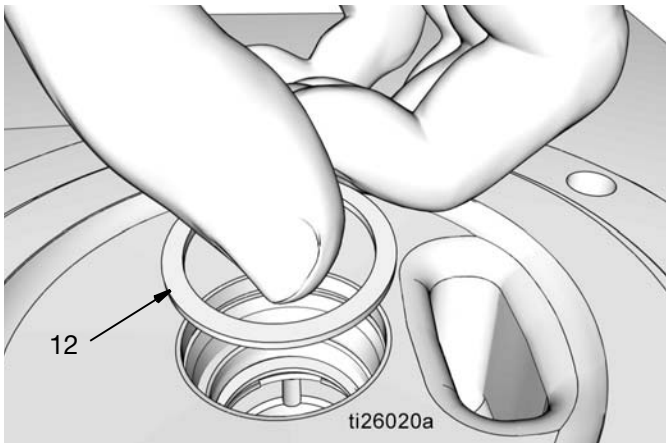

FIG. 33
- e. Install spacer (12) (FIG. 33).